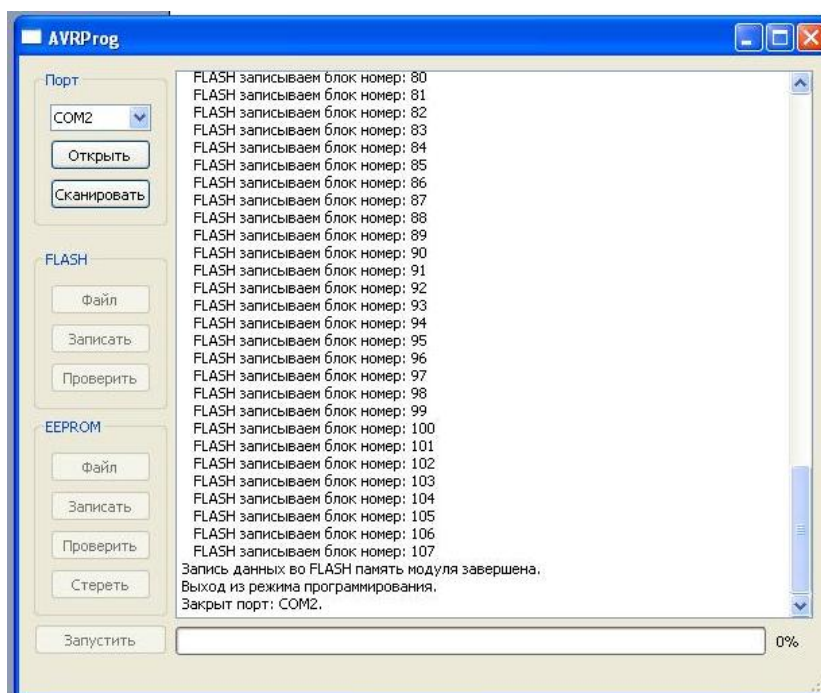

Рис.7
- Нажмите кнопку запустить. При этом произойдет выход модема из режима программирования, ком-порт закроется (рис.7).